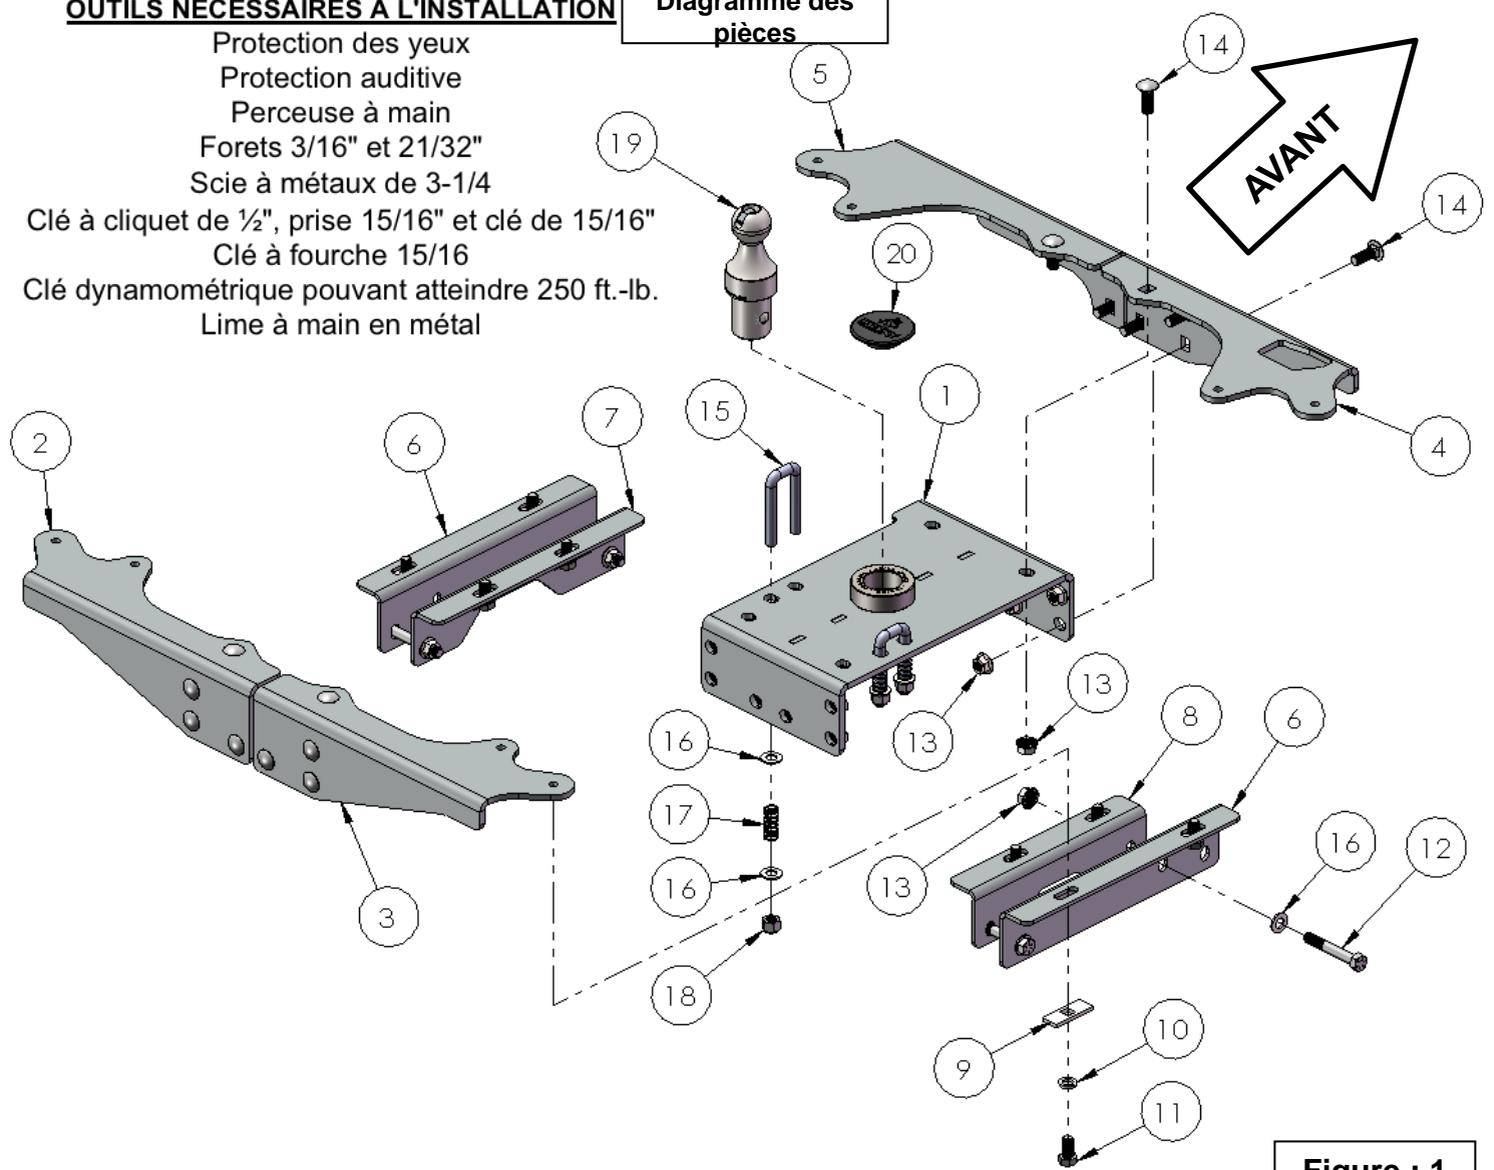

Figure : 1
24. Once safety chain loop holes are drilled and deburred with hand file, safety chain loop U-Bolts (#15) can be dropped down through the holes from the top side of the truck bed. From bottom of hitch, install flat washer (#16), then spring (#17), then flat washer (#16), then nylon lock nut (#18). (See figure 1 & 3). Tighten until three threads of the safety chain loops U-bolts (#15) are visible from the bottom of the nylon lock nut (#18). Repeat three more times.
24. Une fois que les trous de la boucle de la chaîne de sécurité sont percés et ébavurés à la lime à main, les boulons en U de la boucle de la chaîne de sécurité (n°15) peuvent être descendus par les trous depuis le côté supérieur de la benne du véhicule. Depuis le bas de l'attelage, installez la rondelle plate (n°16), puis le ressort (n°17), puis la rondelle plate (n°16), puis l'écrou de blocage en nylon (n°18). (Voir les figures 1 et 3). Serrez jusqu'à ce que trois filets des boucles de la chaîne de sécurité soient visibles au bas du contre-écrou en nylon (#18). Répétez l'opération trois fois.